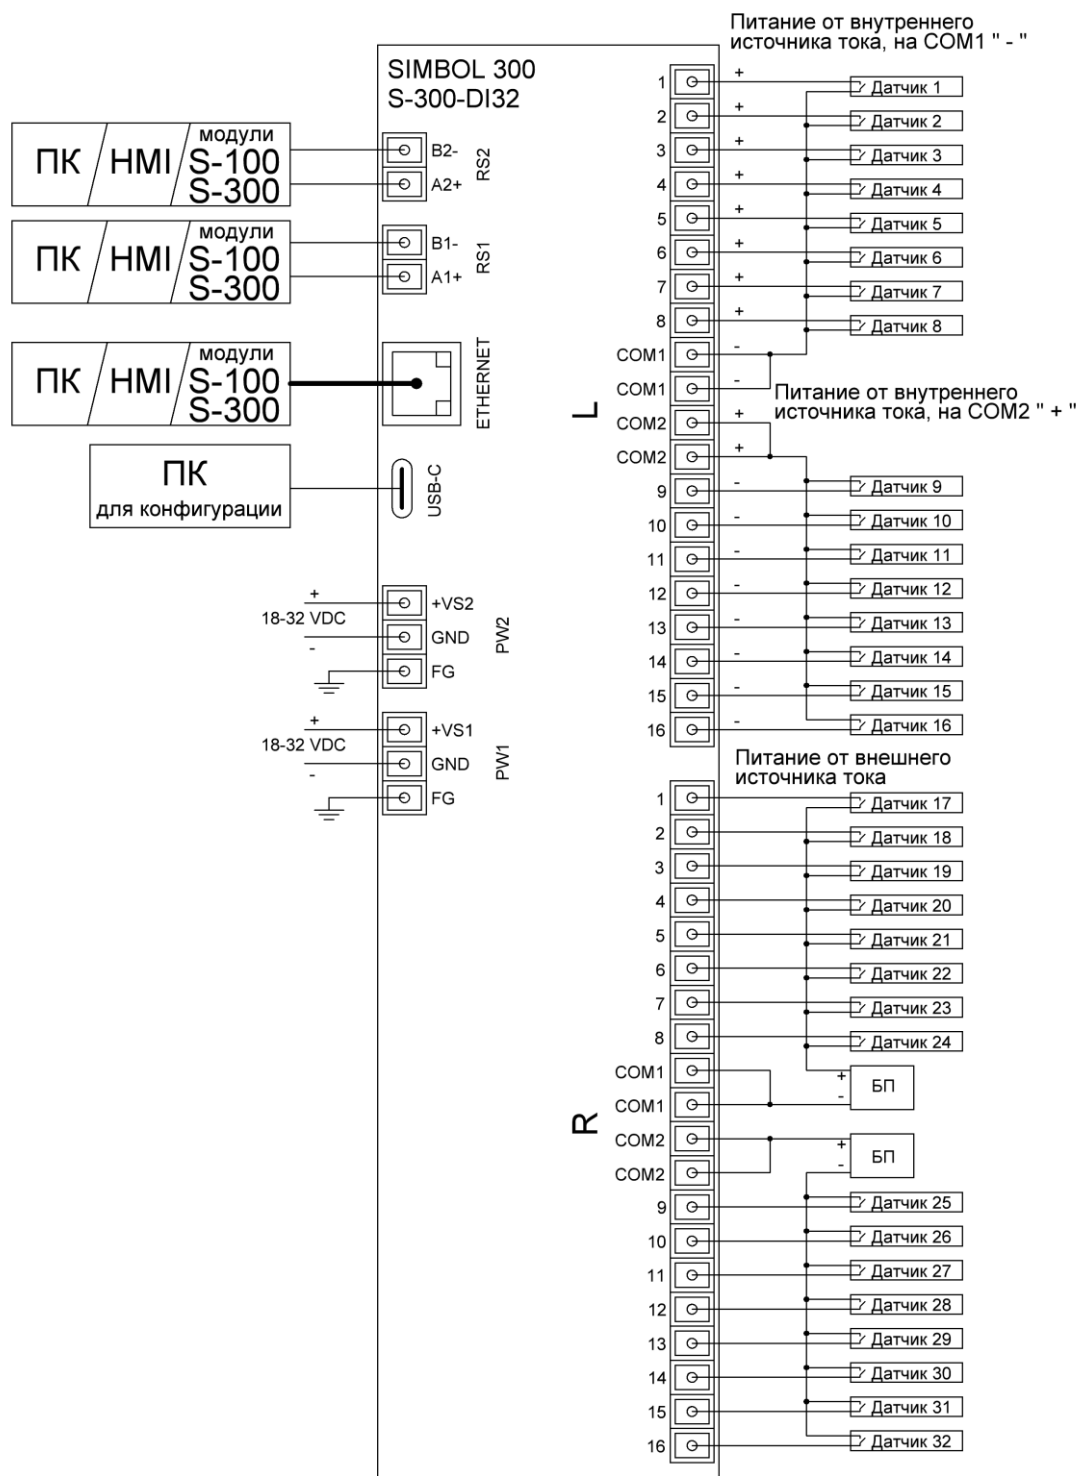

Рисунок 1.5 – Схема подключения модуля S-300- DI32 (S-300-DI16)
1.4.2.1 Для конфигурации модуля может быть использован офисный ПК стандартной комплектации, имеющий порт RS-232, Ethernet или USB. Модуль подключается с помощью преобразователя интерфейса RS-232 в RS-485 (USB в RS-485), интерфейс Ethernet или USB (рисунок 1.5).
2.2.8 Подключить модуль к ПК используя USB, Ethernet или преобразователь интерфейсов (рисунок 1.5).